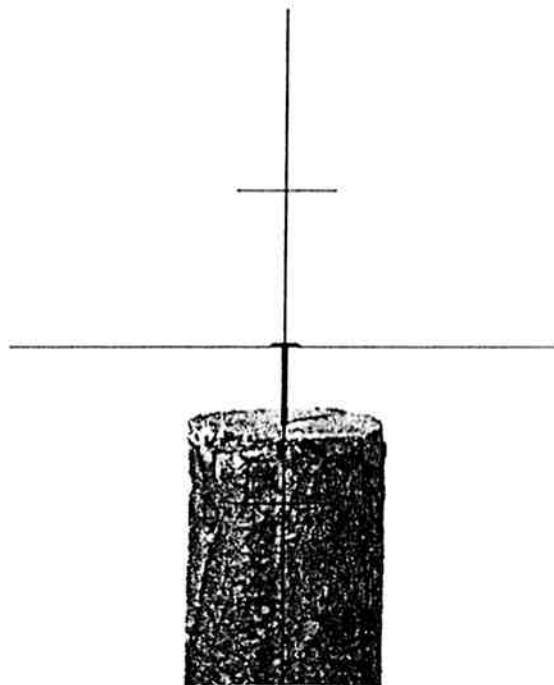

Bild 8 Anzielen eines Meßpunktes (hier Nagelkopf) mit dem Fadenkreuz
Nach Lösen der Seiten- und Höhenklemme (17 und 12) Fernrohr über das Richtglas (14) auf das Ziel richten. Klemmen wieder leicht anziehen und mit Seiten- und Höhentrieb (3 und 15) den Zielpunkt grob in Sehfeldmitte bringen. Fokussierknopf (13) drehen, bis Zielpunkt scharf erscheint. Bewegt man jetzt das Auge hinter dem Okular, so dürfen sich Fadenkreuz und Zielpunkt nicht mehr gegeneinander verschieben. Zum Messen von Horizontalwinkeln mit dem Seitentrieb Vertikalfaden genau auf das Ziel setzen. Zum Messen von Vertikalwinkeln mit dem Höhentrieb den Horizontalfaden auf den Zielpunkt einstellen (Bild 8).